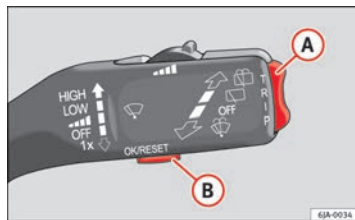

Fig. 35 Alavanca do limpa-vidros: comandos do ecrã informativo
- **Menu principal** activa-se mantendo pressionado o botão basculante **A** ⇒ Fig. 35.
- Se no ecrã informativo aparecer um aviso, tem de o confirmar pressionando o botão  ⇒ Fig. 35 ⇒ Página 65 antes de poder aceder ao menu principal.